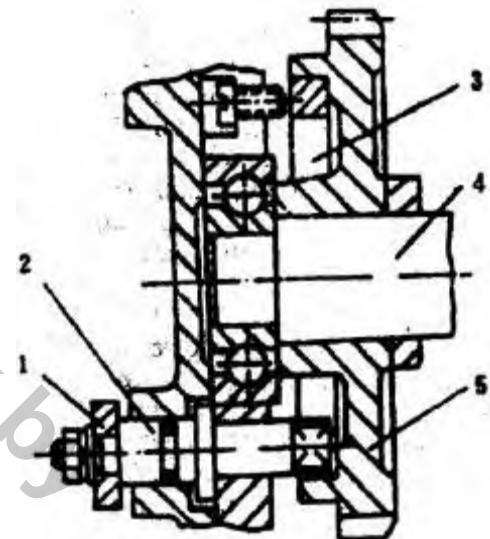

Рис. 7. Тормоз
Используется тормоз кольцевой формы с внутренними колодками . Его конструкция показана на Рис. 7.
- (2) По мере износа фрикционного диска зазор между выжимным подшипником и расцепляющим рычагом может увеличиваться. В этом случае потребуется переместить рукоятку тормоза/сцепления в положение «включено». Если зазор между выжимным подшипником и расцепляющим рычагом увеличился, необходимо отрегулировать положение шестигранной гайки на винтовом штоке таким образом, чтобы зазор не превышал диапазон от 0,3 до 0,5 мм (Рис. 7). Зазор между головками трёх расцепляющих рычагов и выжимным подшипником должен быть одинаковым . Величину зазора можно измерять с помощью щупа, используемого для регулировки выпускного и выпускного клапанов двигателя. После завершения процедуры регулировки, затяните стопорную гайку.